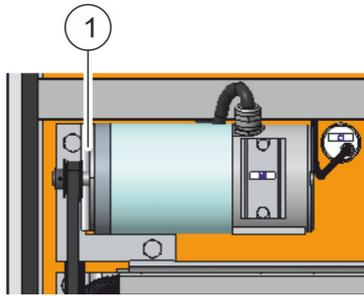

Abb. 34: Haltewinkel abschrauben
*Ursprüngliche Position des Haltewinkels (Abb. 34/1) in Bezug zur Montageposition auf dem Motor für die Wiederverwendung beachten und merken.*
9. ▶ Haltewinkel (Abb. 34/1) vom entfernten Motor abschrauben. Dazu vier Senkschrauben mit einem 3-mm-Innensechskant-Steckschlüssel lösen.